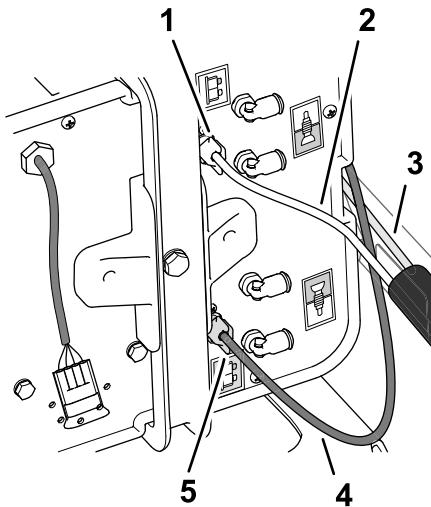

図5
3. キャップのフィッティングからコンプレッサ側面のフィッティングへ、透明チューブ92cmを配設する図4と図5。
4. 白い圧縮ナット図5を外して透明チューブ92cmに取り付ける。
5. コンプレッサ側面のフィッティングに、透明チューブと白い圧縮ナットを嵌め、白い圧縮ナットを手締めする図5。
6. コンプレッサ側面のフィッティングから、青い圧縮ナットを取り外す図5。
7. 泡密度チューブの青いチューブ図5に青い圧縮ナットを取り付ける。
8. コンプレッサ側面のフィッティングに、青いチューブと青い圧縮ナットを嵌め、ナットを手締めする図5。